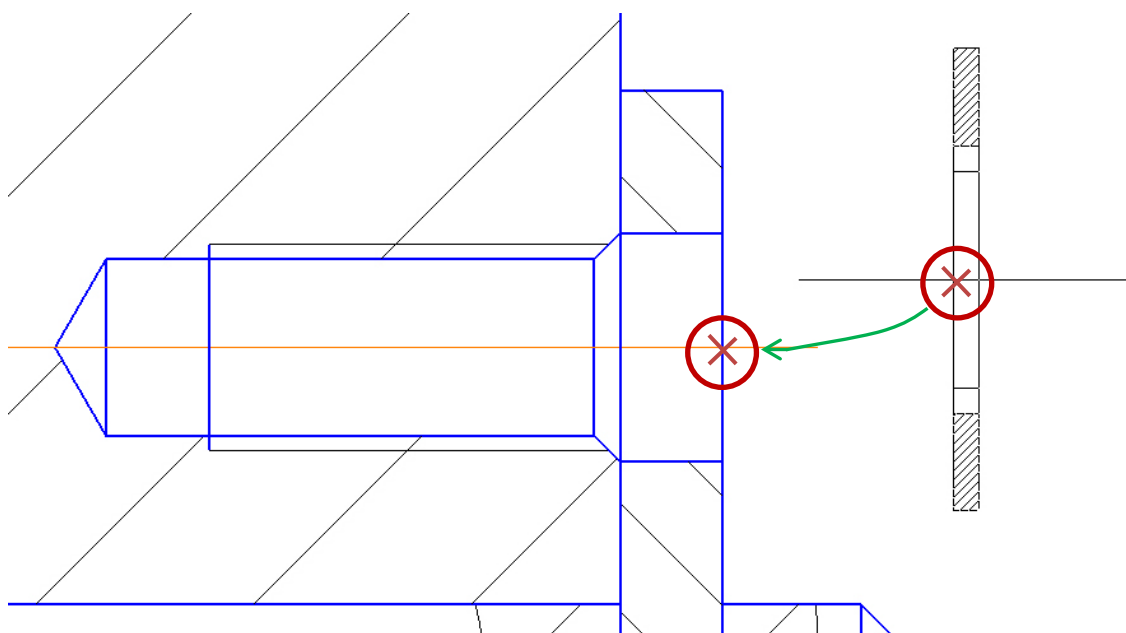

Рис. 4.50. Вставка стопорной шайбы на разрезе
- Разместите шайбу на чертеже, совместив базовые точки, как показано на рис. 4.50.